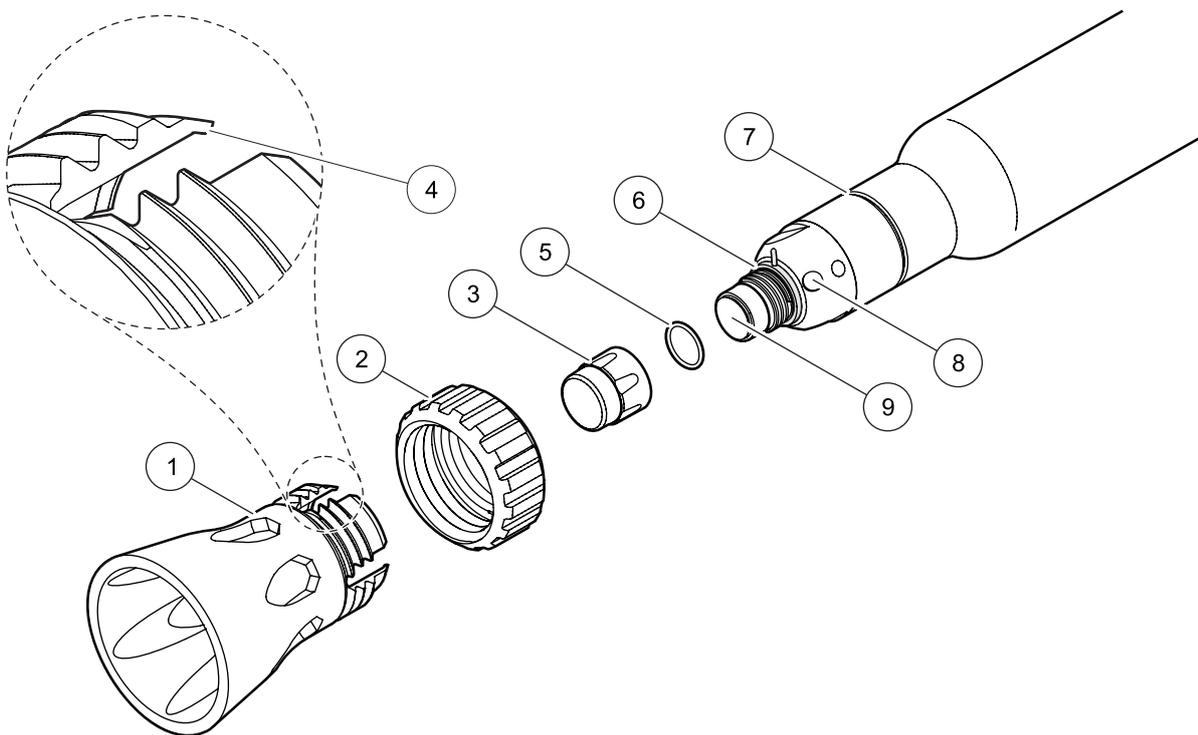

Figura 2 Retirar el protector y la cápsula del sensor
1. Agarre el protector (Figura 2, Pos. 1) y desenrosque el anillo de fijación (Figura 2, Pos. 2).
1. Coloque el anillo de fijación (Figura 2, Pos. 2) sobre el cuerpo de la sonda con las roscas hacia el protector (Figura 2, Pos. 1).
2. Deslice el protector sobre la sonda hasta que los salientes de sujeción (Figura 2, Pos. 4) queden apoyados en la ranura de cierre (Figura 2, Pos. 7).
- Después del uso, realizar una inspección visual de la cápsula del sensor. Para limpiar la cápsula (Figura 2, Pos. 3) utilizar papel de seda para uso óptico o una torunda de algodón con agua jabonosa. Enjuagar con agua dulce.
- Si la cápsula está sellada herméticamente con la junta tórica superior, no debe haber agua entre la cápsula y la lente de plástico transparente del sensor (Figura 2, Pos. 9) en la parte superior de la sonda. Si existe agua, retírese la cápsula y séquese concienzudamente el interior de la misma y la lente de plástico transparente. Puede ser necesario cambiar la cápsula (Ref. de pedido 58112-00).